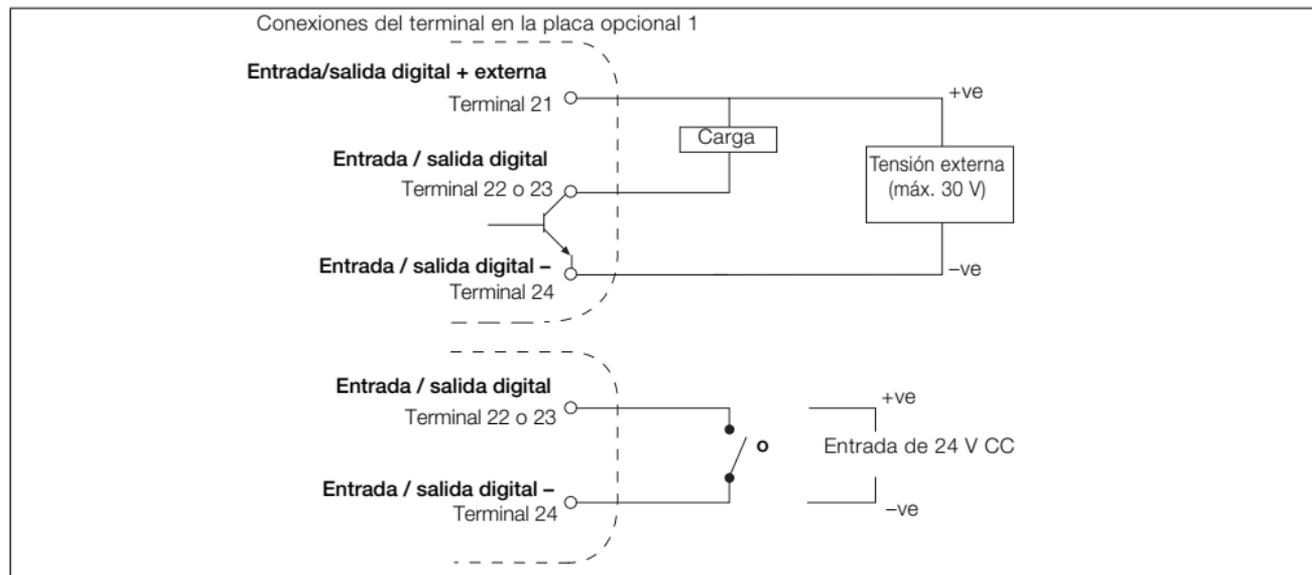

Fig. 4.19 Entrada de frecuencia / pulsos – Indicadores CM15 y CMF160
**Nota.** Las conexiones de entradas digitales y salidas digitales de colector abierto se muestran en la Fig. 4.19; (consulte la página 90 para las opciones de entradas /salidas digitales).
**Nota.** Las conexiones de entradas digitales y salidas digitales de colector abierto se muestran en la Fig. 4.19 (consulte la página 94 para las opciones de entrada/salida digital).